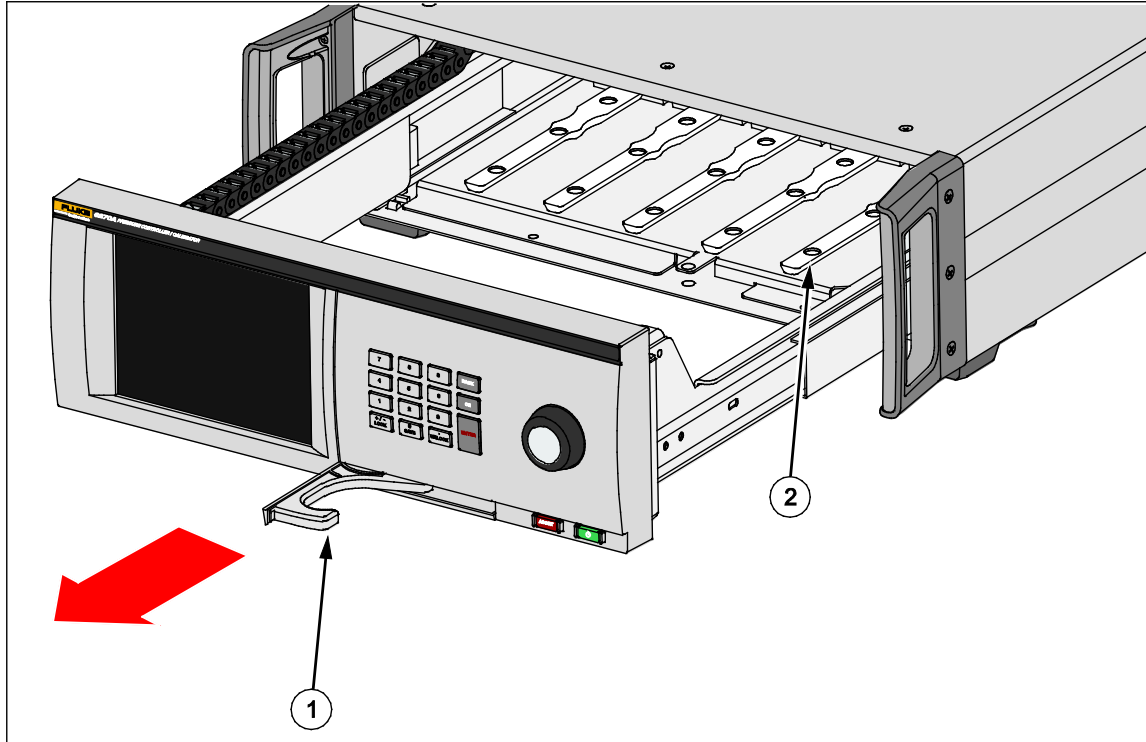

Figura 2. Alloggiamento dei moduli
Per accedere all'alloggiamento dei moduli, vedere la Figura 2:
5. Il PMM presenta una fessura nella parte inferiore adatta a inserirsi nella traccia presente sul fondo della custodia interna del Prodotto; vedere Figura 2 (2). Allineare la traccia con la fessura e inserire il PMM nella parte inferiore facendolo scorrere fino a quando si arresta. Vedere la Figura 3.